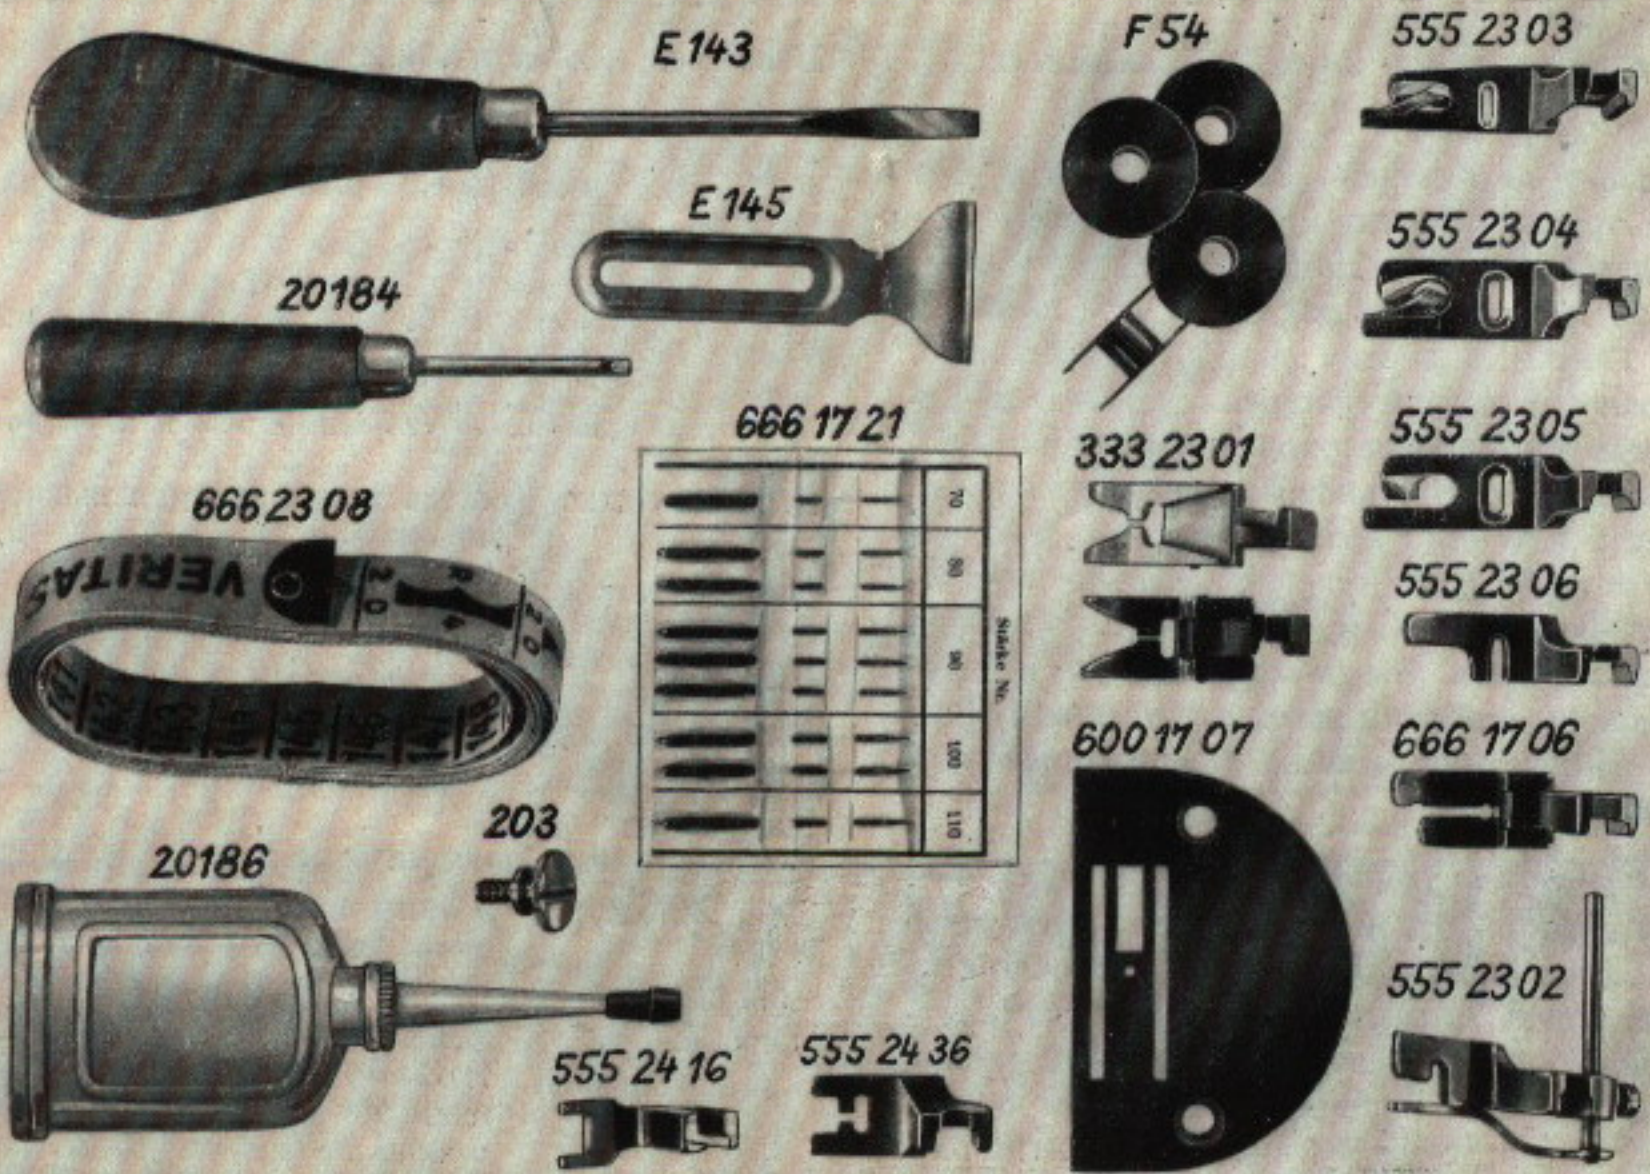

Рис. 68
В комплект машины входят следующие принадлежности (рис. 68)
Лапка	лапка для отделочного шва (заказ № 333 23 01, рис. 68). Для швов по узорам от 42 до 48 можно применять лапку для зигзагообразного шва.
**49. Узкий подрубатель** (заказ № 555 2303, рис. 68) и **широкий подрубатель** (заказ № 555 2304, рис. 68)
**50. Лапка - запошиватель** (заказ № 555 2305, рис. 68)
**51. Лапка для узкого зигзагообразного и прямого шнурового швов** (заказ № 555 2306, рис. 68)
**52. Лапка** (заказ № 666 1706, рис. 68) и **игольная пластинка** (заказ № 600 1707, рис. 68) **для прямых швов**
(заказ № 555 2302, рис. 68)
(заказ № 333 2301, рис. 68)
(заказ № 555 2436, рис. 68)
(заказ № 555 2416, рис. 68)
**57. Линейка** (заказ № E 145, рис. 68)